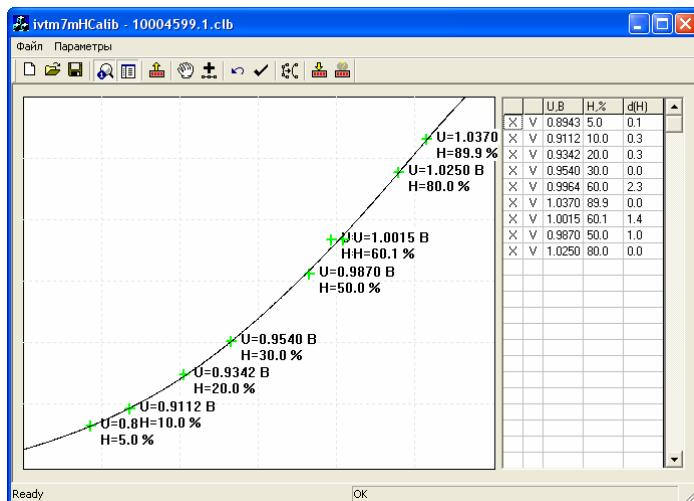

Рис.1. Внешний вид программы ivtm7mHCalib.
- c. Запустить программу ivtm7mHCalib.exe (см. Приложение 2, рис.1).
Запуск программы осуществляется стандартными методами Windows из директории, куда она была скопирована с диска, входящего в поставку. При этом на экране разворачивается окно, представленное на рис.1.